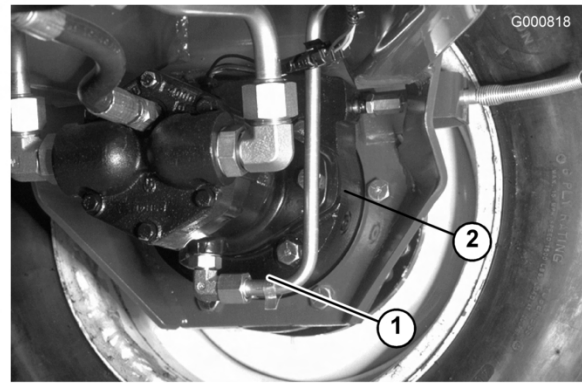

図 55
3. ブレーキ・ハウジングの下にある両方のプラグを外してオイルを抜く (図 55)。